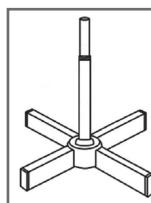

рис.3
- 6.3 Открутите фиксатор стойки против часовой стрелки и снимите его со стойки. Наденьте на основание крышку и прикрутите фиксатор обратно (рис.3).